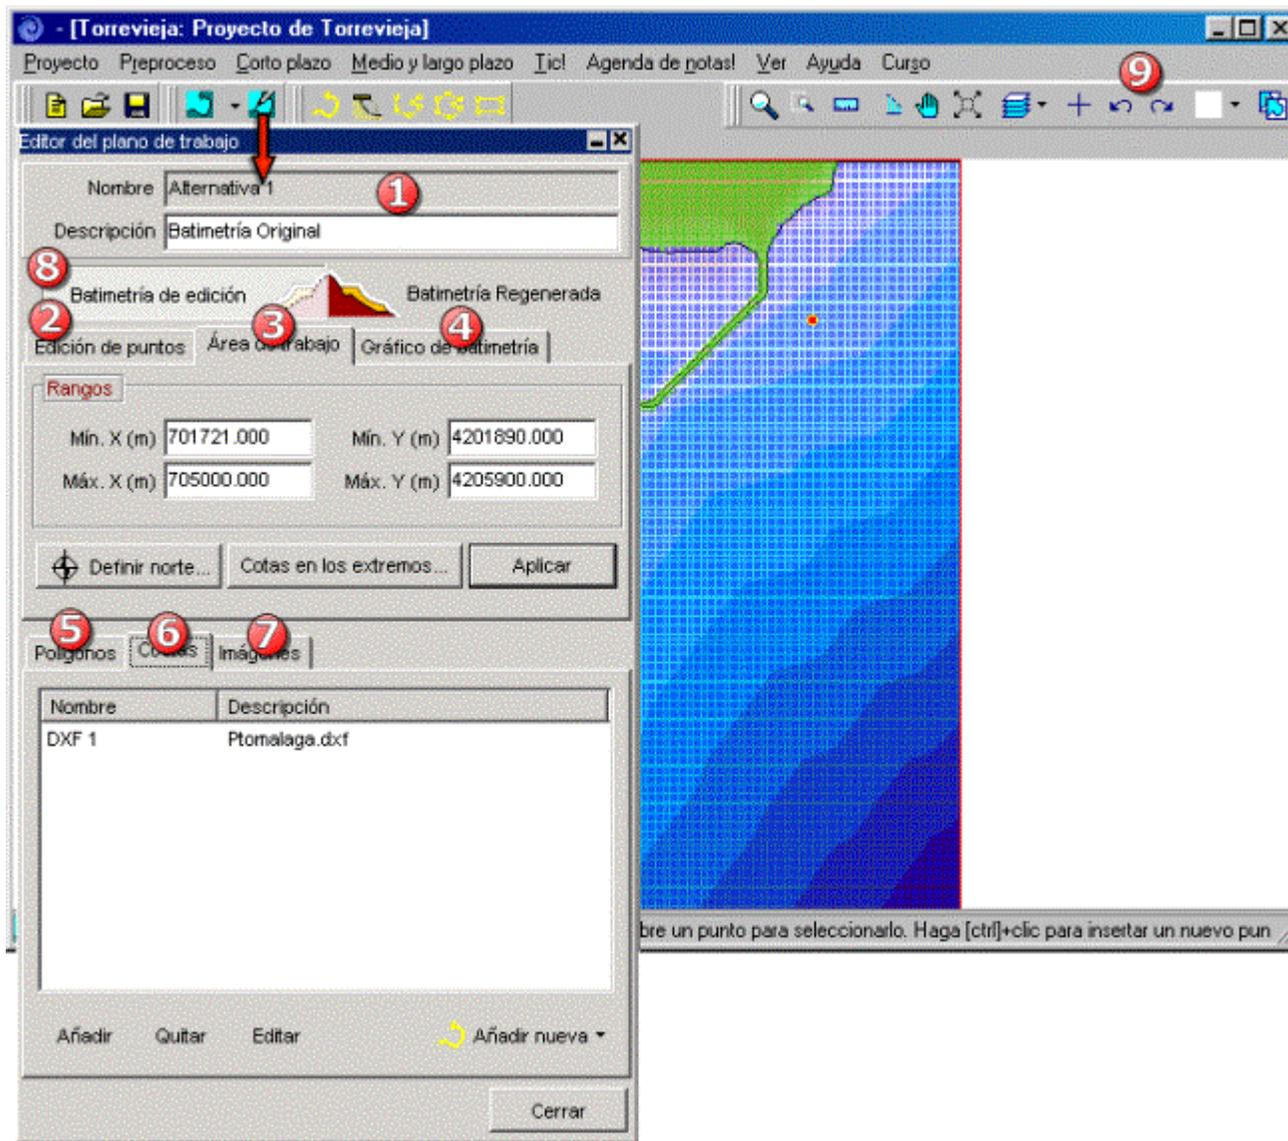

Figura 6.2. Editor del plano de trabajo
El editor del plano de trabajo permite acceder, guardar y gestionar toda la información relacionada con un plano de trabajo. El acceso a este menú se puede realizar pulsando el segundo botón azul de la barra gráfica, tal como se muestra en la figura 6.2. Una vez activado este editor, si el plano contiene una batimetría base, aparecerán los puntos de la batimetría (en color azul los puntos que están en el agua y en color verde los puntos que están en tierra).
Este editor se compone de ocho secciones (ver numeración en la figura 6.2): (1) información general del plano, (2) edición de puntos, (3) área de trabajo, (4) características del gráfico de batimetría (5) edición de polígonos, (6) edición de costas, (7) edición de imágenes y (8) planos de la batimetría de edición y de la batimetría regenerada. Las cuales se procederá a explicar a continuación:
Los botones gráficos de rehacer y deshacer (número (9) en la figura 6.2) pueden ser utilizados, únicamente, en las modificaciones de los puntos.